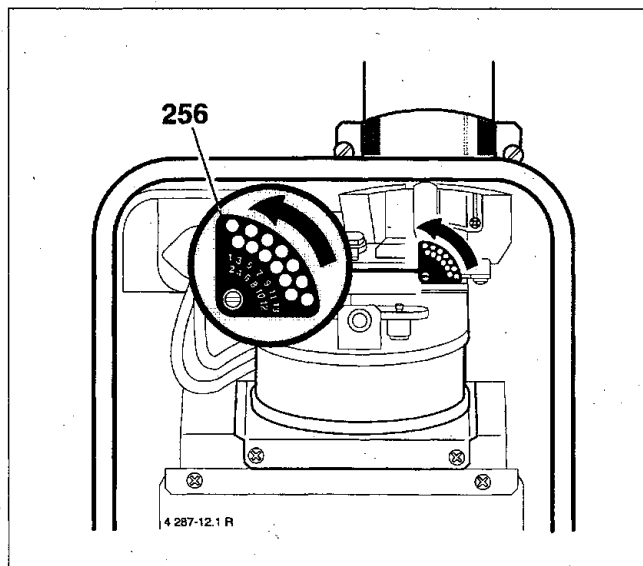

Bild 28
- Verdrehen Sie die Drosselblende (256) so, bis das Loch mit der entsprechenden Kennziffer für die Blendeneinstellung senkrecht steht (Bild 28).